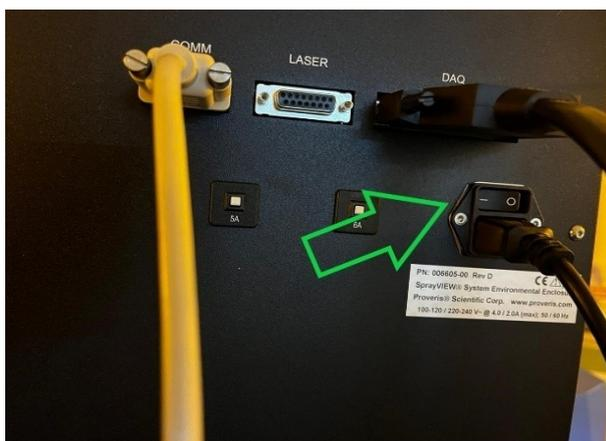

Figura 117. Interruptor do gabinete sprayview.
d) Desligue o interruptor localizado no canto superior direito do gabinete do sprayview conforme Figura 117.